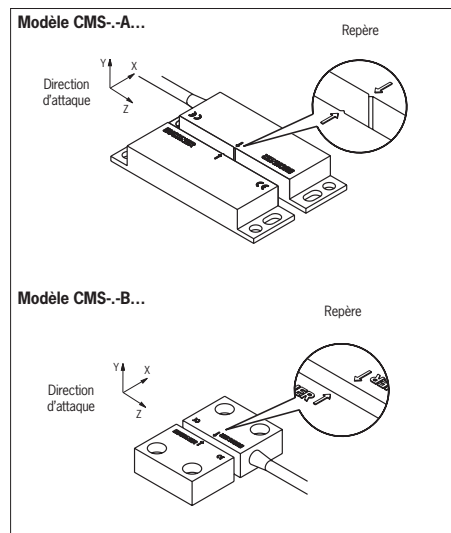

Fig. 1 : Alignement tête de lecture et actionneur
▶ En cas de vitesse d'attaque faible entre la tête de lecture et l'actionneur, la direction d'attaque Z (voir Fig. 1) doit être évitée.